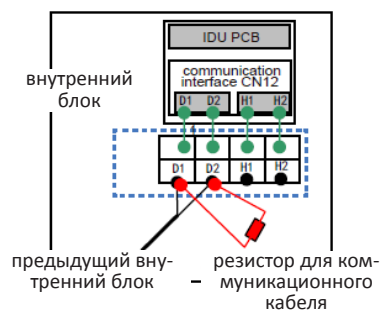

Рис. 5.3.2
- (4) Зафиксировать кабель обмена данными хомутом электрической секции.
- (5) Чтобы обеспечить надежность обмена данными между внутренним и наружным блоками, а также обмена данными между всеми внутренними блоками, на печатной плате самого удаленного внутреннего блока при последовательном подключении необходимо предусмотреть резистор (идет в комплекте с наружным блоком). Резистор необходимо подключить параллельно контактами D1 и D2, см. рис. 5.3.2.